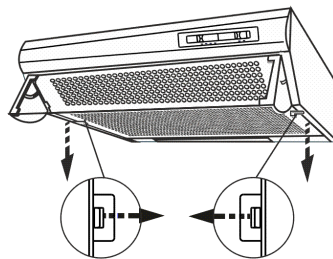

рис. 4
- откройте решетку (рис.4);
- откройте решетку с помощью зажимы по направлению стрелок (рис.4);
- снимите решетку с фильтром (рис. 4);